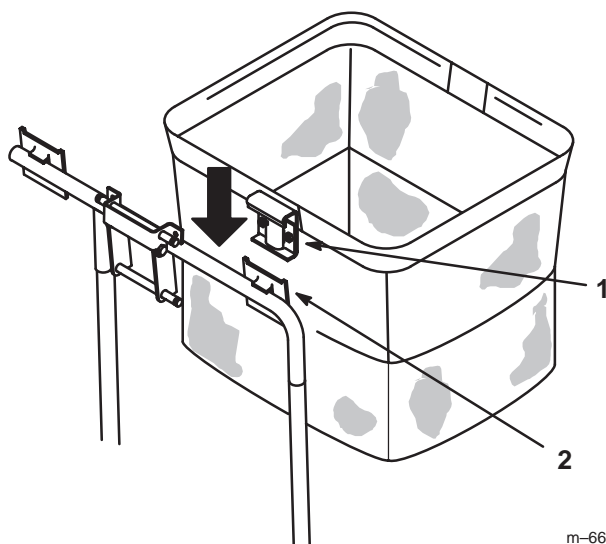

Figure 7
2. Alignez les trous du bâti arrière et ceux du support de fixation rapide (Fig. 7).
3. Fixez le support de fixation du collecteur d'herbe au bâti arrière à l'aide de 4 boulons (3/8 x 1"), 4 rondelles plates (3/8") et 4 contre-écrous (3/8") (Fig. 7).
2. Pour installer les sacs, glissez les crochets du bâti sur les pattes de retenue (Fig. 7).